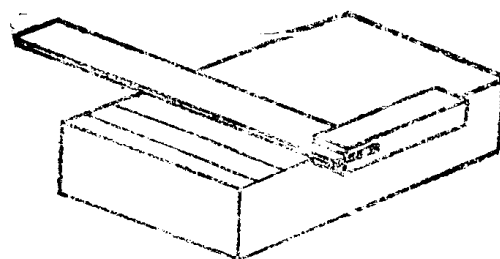

图 2-10 用直角尺划平行线
2) 用直角尺推平行线 用直角尺紧靠工件平直的边, 并沿边移动, 另用钢皮尺量好尺寸后, 沿直角尺边划出线即得 (见图2-10)。